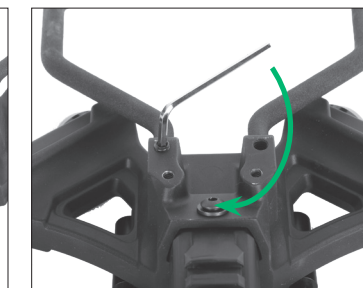

FIGURE 6
- 2a** Attachez l'étrier au riser à l'aide des 2 vis (L) de l'étrier et de la petite clé Allen. (Fig.6)